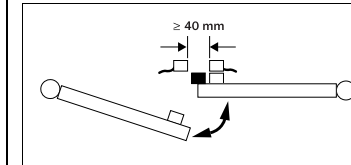

Fig. 7: Exemple de montage sur des portes battantes
- Distance minimale entre deux interrupteurs de sécurité magnétiques voisins : 40 mm. Pour les portes à battant, l'actionneur doit être monté du côté du battant de fermeture (Fig. 7).